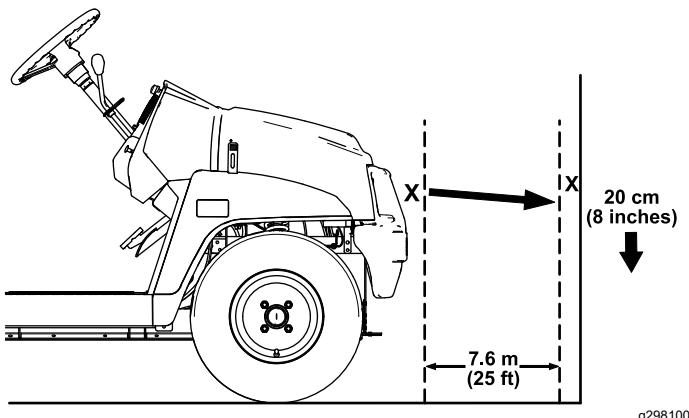

Figura 48
1. Parcheggiate la macchina su terreno pianeggiante con i fari a circa 7,6 m di distanza da una parete (Figura 48).
La parte più luminosa del fascio dei fari deve trovarsi 20 cm sotto il segno tracciato sulla parete (Figura 48).